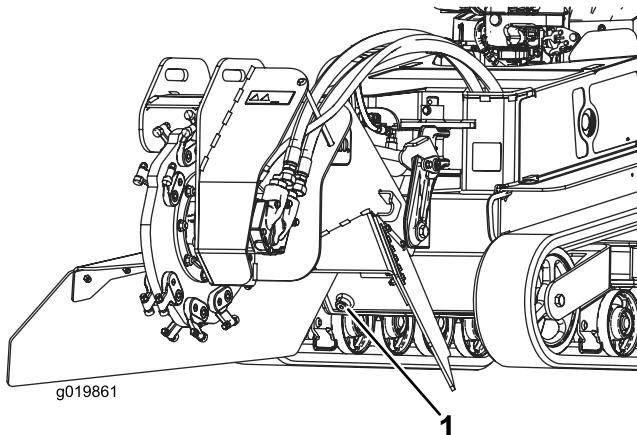

Figure 60
- Retirez le bouchon de vidange du réservoir hydraulique pour permettre à l'huile de s'écouler dans le bac de vidange (Figure 60).